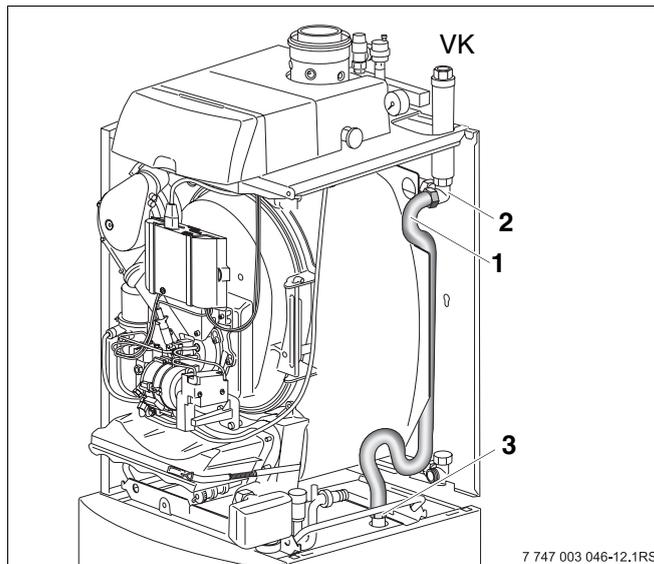

Bild 24 Vorlaufrohr montieren
- Kappe vom Vorlauf-Winkelverteiler (Bild 24, **Pos. 2**) abschrauben.
- Speichervorlaufrohr (Bild 24, **Pos. 1**) mit Dichtung an den seitlichen Anschluss am Vorlauf-Winkelverteiler mit Überwurfmutter anschrauben.
- Speichervorlaufrohr (Bild 24, **Pos. 1**) mit Dichtung $\varnothing 17 \times 24 \times 2$ an den Speichervorlauf (Bild 24, **Pos. 3**) anschrauben.